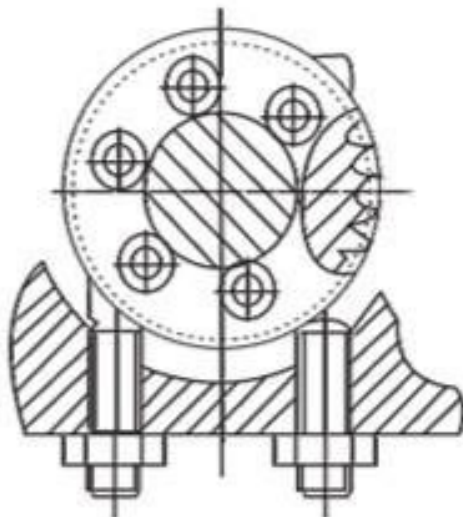

Рис.5
- 6.2. Настройка механических упоров Рис. 5